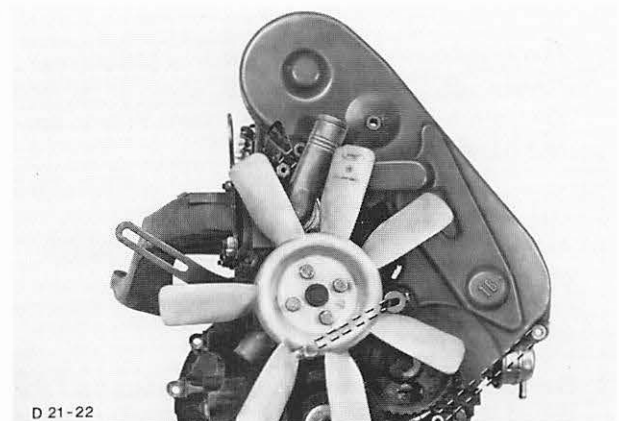

Abb. 274 Zahnriemenschutzblech montieren
9. Wasserauslaßstutzen anschrauben und Zahnriemenschutzblech montieren, Abb. 274.